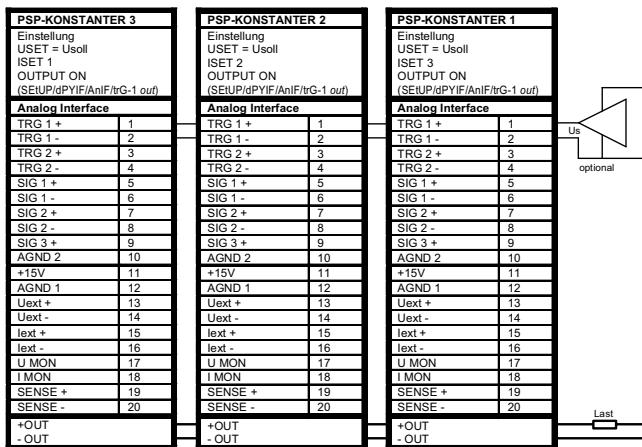

Bild 7.9.1a Verdrahtung für direkte Parallelschaltung.
- Durch Parallelschaltung (Bild 7.9.1a, optionale Verbindung) oder Reihenschaltung der Trigger-Eingänge (Einstellung „SEtUP/dPYIF/AnlF/trG-1 out“) können Sie die Ausgänge gemeinsam ein- und ausschalten.